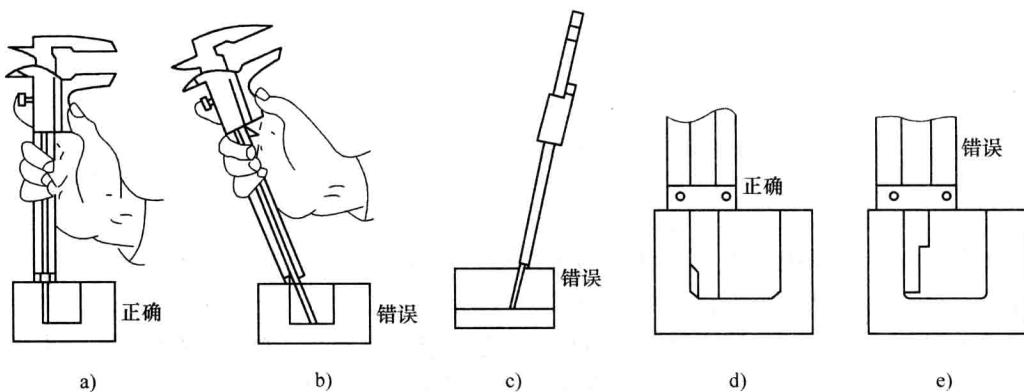

图 1-16 用 I 型游标卡尺测量深度
4) 测量深度尺寸(使用I型游标卡尺)时，先移动卡尺的游框，使其深度尺伸出的长度略小于要测量的深度值。然后，将深度尺插入凹槽内，并使卡尺深度尺一端的尺身端面抵靠在凹槽的外沿上，保持深度尺与凹槽端面垂直，一只手稳定住尺身，另一只手轻拉(或推)卡尺游框，使深度尺继续伸出至触到凹槽的底部为止，然后读数。应注意尺身不要歪斜，否则将得出错误的数值，如图1-16 b、c 所示。同时，要注意深度尺的下端有缺口的一面应靠在被测工件的侧面，否则，有可能因工件的底部根角处不是直角(是圆弧或其他不规则形状)，使深度尺的测量面达不到真正的底部，而造成测量值小于实际值的问题，如图1-16d、e 所示。